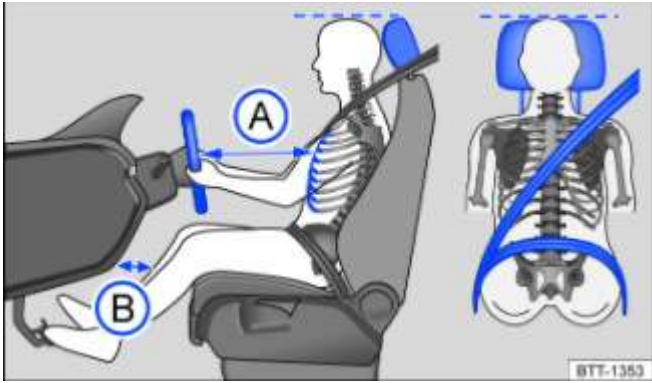

Fig. 18 Schéma de principe : distance correcte du conducteur par rapport au volant, ajustement correct de la sangle et réglage correct de l'appui-tête
- Réglez l'appui-tête de sorte que son bord supérieur se trouve, si possible, à hauteur de la partie supérieure de la tête, mais pas plus bas que les yeux. Positionnez toujours l'occiput le plus près possible de l'appui-tête → Fig. 18.
- Réglez le siège de sorte que la distance entre le volant et votre sternum soit de 25 cm au minimum → Fig. 18(A) et de manière à pouvoir tenir le volant en plaçant vos deux mains à la périphérie avec les bras légèrement pliés.
- Réglez le siège du conducteur en longueur de manière à pouvoir enfoncer les pédales en ayant les jambes légèrement pliées et à respecter une distance ➔ Fig. 18 (B) de 10 cm minimum entre le tableau de bord et vos genoux.